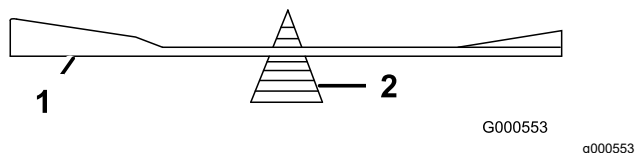

**Figura 58**
1. Utilice una lima para afilar el filo de corte en ambos extremos de la cuchilla (Figura 58).
**Nota:** Si la cuchilla no está equilibrada, rebaje algo el metal en la parte de la vela solamente con una lima (Figura 58).